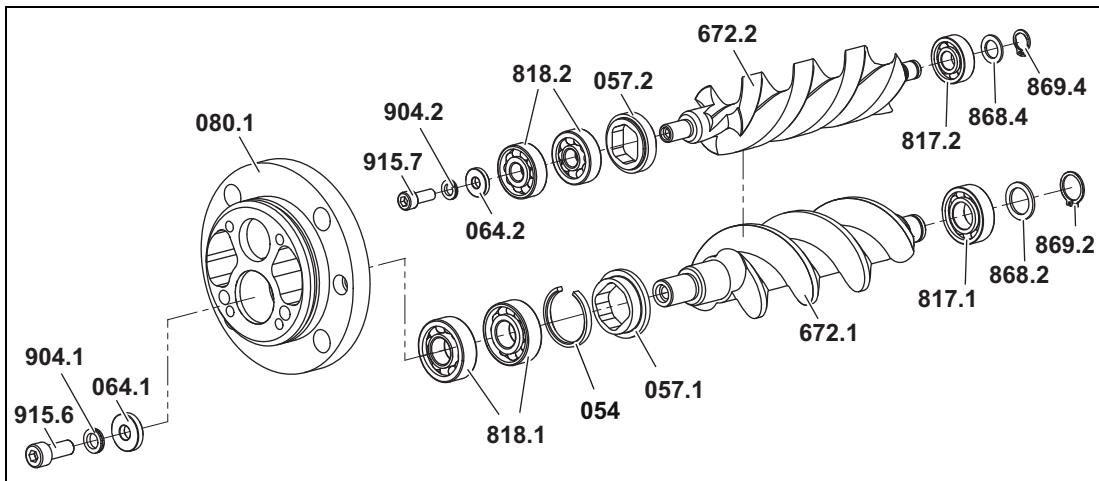

Abb. 17
9. Sicherungsringe **869.2** und **869.4** und Stützringe **868.2** und **868.4** von Messspindeln entfernen, siehe Abb. 17, Seite 35.